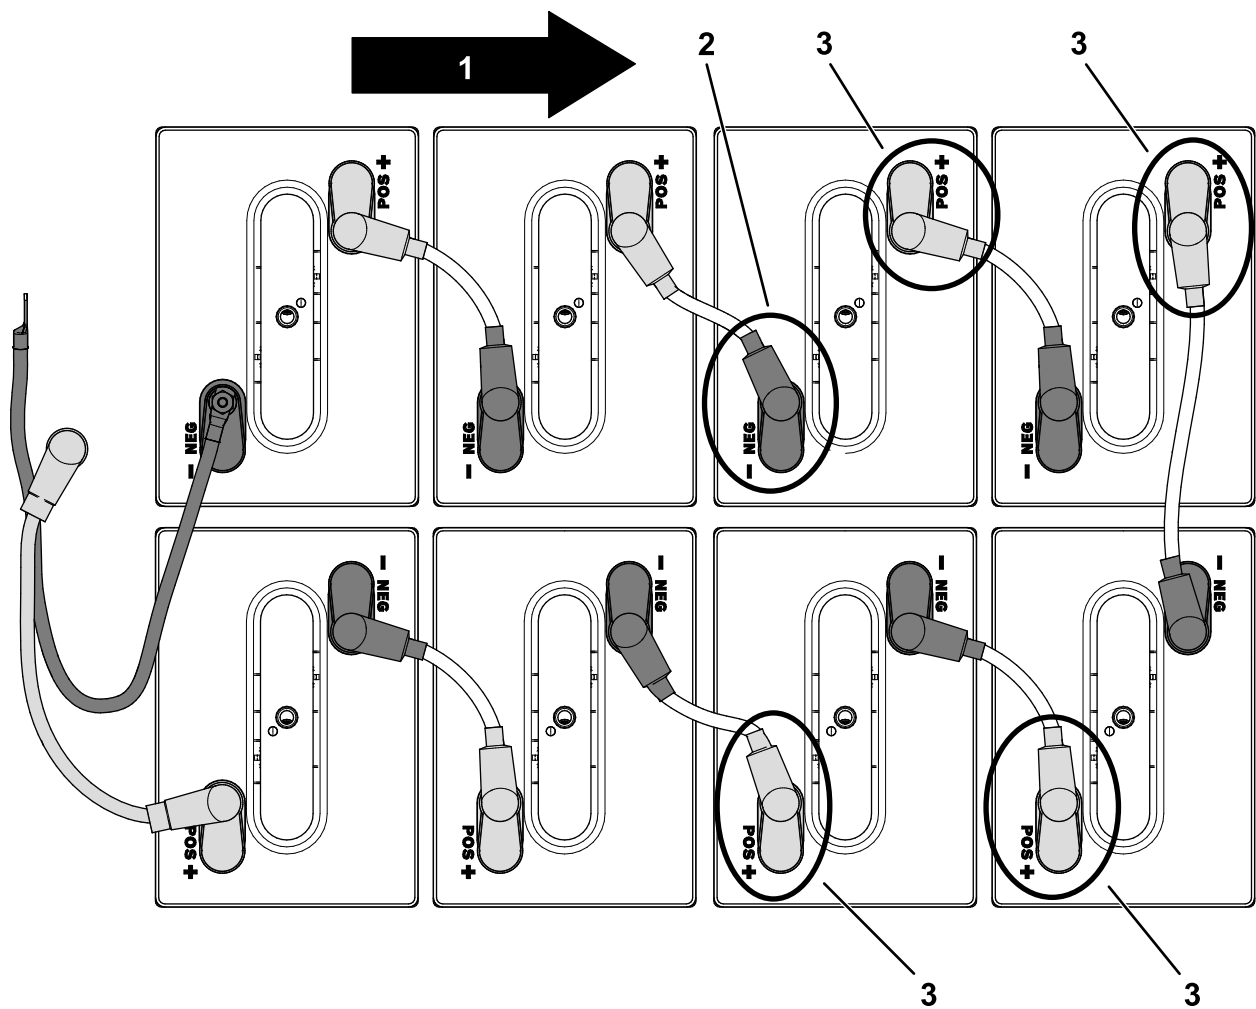

Figure 58
3. Débranchez la borne positive (+) des 4 batteries avant dans le support de batteries avant (Figure 58).
4. Débranchez la borne négative (–) comme montré à la Figure 58.
5. Déposez les 4 batteries avant (Figure 58).